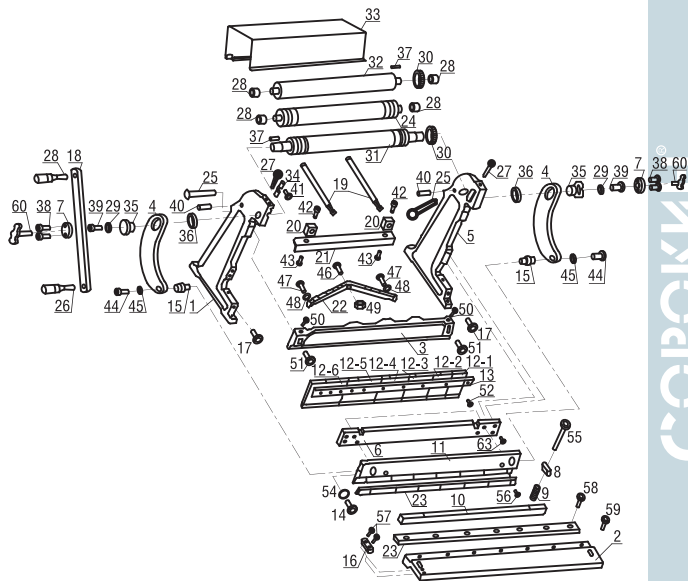
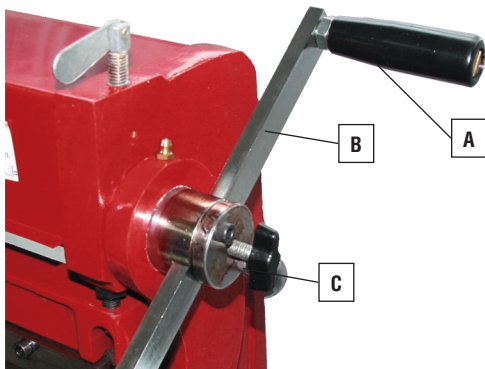

Рисунок 1 - Деталіровка
Рисунок 2 – Демонтаж рукояти
6. Рукоятъ управления может быть установлена с любой стороны станка. Для её перестановки необходимо: Удалить ручку (А, рис. 2) из сборки рукояти, используя ключ шестигранный 8 мм. Ослабить крепёжный болт (С, рис. 2). Извлеките остов рукояти (В, рис. 1) из ступицы, установите его с другой стороны машины и затяните крепёжный болт (С, рис. 2). Заново установите ручку (А, рис. 2).